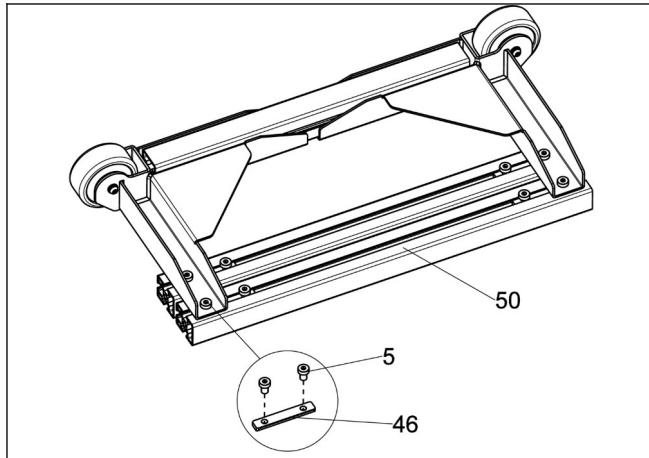

Abb.5
a. Drehen Sie die Bockrollen-Baugruppe „A“ auf dem Boden um, lösen Sie die Schrauben „5“ und entfernen Sie die langen Seitenholme „50“ und die Sperrblöcke „46“. (siehe Abb.5)